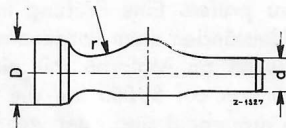

Bild 01-1/5
Der in beiden Vorkammerausführungen angebrachte Kugelstift hat einen Übergangsradius von 10 mm. Der Kugelstift (a) ist auf der Seite mit dem größeren Durchmesser eingepreßt und hat auf der anderen Seite einen Gleitsitz, wodurch er sich zwanglos dehnen und zusammenziehen kann, was eine Dauerhaltbarkeit sichert (siehe Bild 01-1/5 und 01-1/10).
12. Neuen Dichtring (3) in den Zylinderkopf einlegen. Es darf hierzu nur der Originaldichtring mit der vorgeschriebenen Stärke und Form verwendet werden (siehe Bild 01-1/9), damit der mit Pfeilen bezeichnete Abstand (c) zwischen Vorkammer und Zylinderkopf eingehalten wird.
**Anm.:** Beim OM 621 ist auf den Abstand zwischen der Trennfläche Zylinderkopf und der Stirnfläche der Vorkammer zu achten. **Der Abstand „c“ soll  $5,7 \pm 0,2$  mm betragen** (siehe Bild 01-1/10). Wird ein Zylinderkopf an der Trennfläche überfräst, so müssen beim Einbau der Vorkammern stärkere Dichtringe (13) zwischen Zylinderkopf und Vorkammer beigelegt werden. Dadurch wird das Maß „c“ eingehalten (siehe Bild 01-1/10).